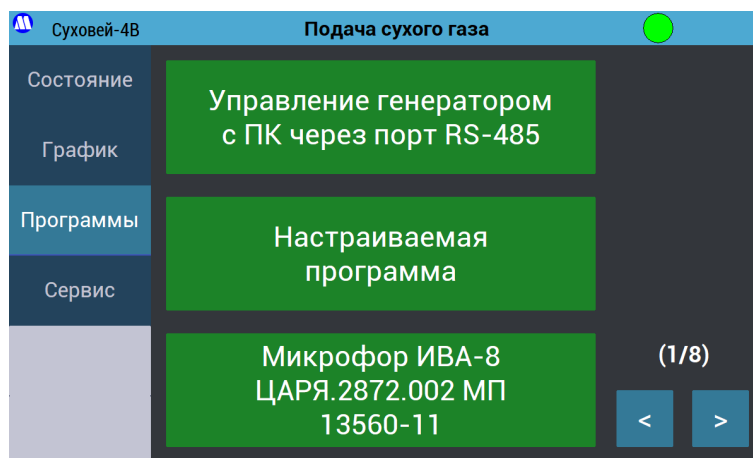

Рисунок 14 – Экран «Программы».
7.2.9. При повторном нажатии на кнопку «Установка» будет показан экран «Программы» (Рисунок 14). Он позволяет производить установку точек в соответствии с указанными на кнопках методиками поверки.